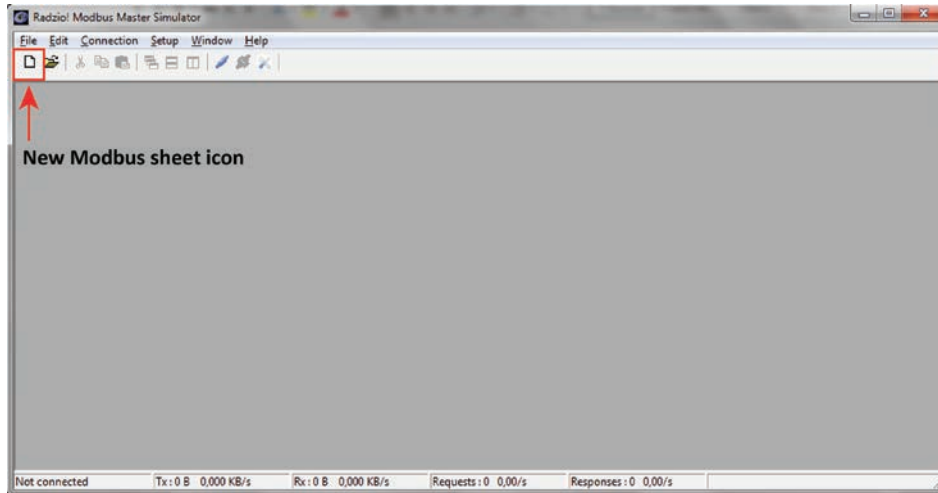

Fig. 9 : icône de nouvelle feuille Modbus
10. Cliquer sur l'icône **Nouvelle feuille Modbus** pour ouvrir la nouvelle feuille Modbus. (fig. 9)